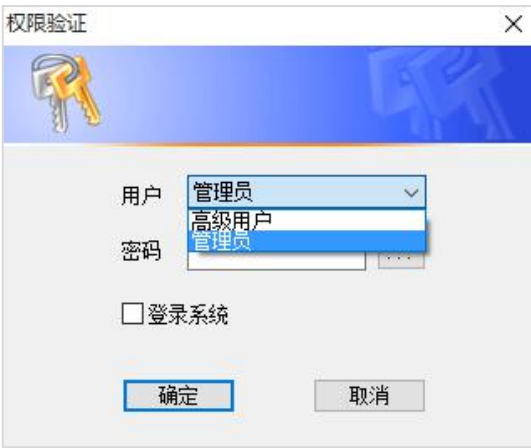

图 6-3 操作权限验证窗口
(7) 主界面右上角  ，点击则弹出操作权限窗口如图 6-3 所示，需以管理员身份登录才能进行操作，即只允许生产厂家技术人员才能进入。如果勾选“登录系统”进行登录，则会持续登录状态，如果不勾选，则退出设置界面需重新登录。进入之后会弹出模块所有参数数值表，由生产厂家技术人调试维护时操作。
点击  快捷键，如未登录，则会弹出权限验证界面如图 6-3 所示。基本参数设置，需以高级用户身份登录，并输入四位密码“6758”即可登录设置。如已经登录则直接显示参数设置界面，即可设置基本参数。在参数设置中，用户可以设置基本参数，图 6-8 所示为参数设置界面。